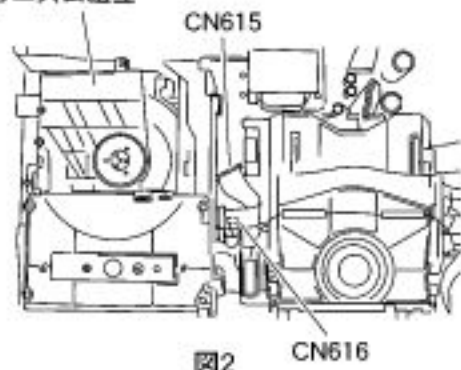

図2
■ CDチェンジャーメカニズム組立の外し方 (図2~4参照)